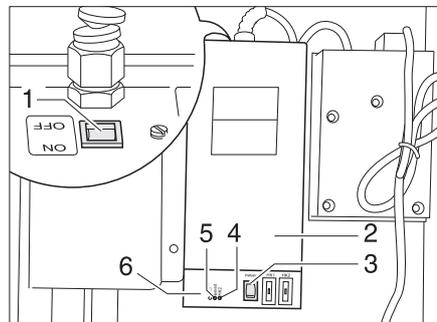

Bild 119 Trafo mit Regelgerät
Der Trafo 230 V AC/12 V DC (Bild 119,2) ist je nach Modell im Kleiderschrank oder in der Truhe der Sitzgruppe eingebaut.
- Kontroll-Leuchte (Bild 119,5) leuchtet grün: Regelung in Betrieb
- Kontroll-Leuchten (Bild 119,4 und 6) leuchten rot: Abwasserleitungen werden erwärmt
In das Gehäuse ist ein Prüftaster (Bild 119,3) integriert, mit dem das Regelgerät kurzzeitig in Betrieb genommen werden kann. Durch Drücken des Prüftasters lässt sich die Funktion der Erwärmung testen, auch wenn die Umgebungstemperatur über 5 °C liegt.
- Schalter (Bild 119,1) am Trafo (Bild 119,2) auf "ON" stellen.
- Schalter (Bild 119,1) am Trafo (Bild 119,2) auf "OFF" stellen.